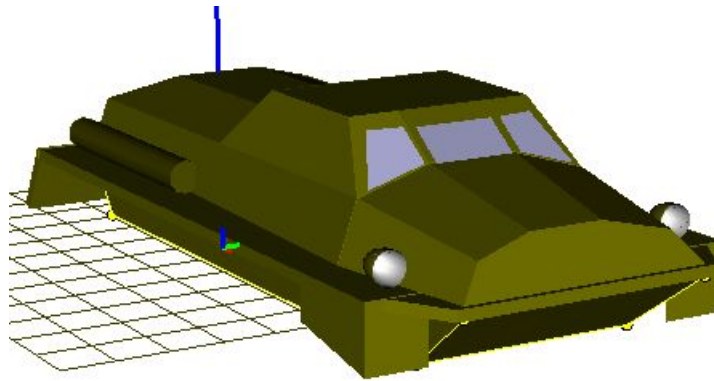

Рис. 26 Графический образ корпуса ГМ
- 1) Прочитайте графический образ корпуса ГМ, который имеется в базе данных, рис. 26. Для этого используйте команду меню **Правка | Прочитать из файла** и выберите файл `{Путь к UM}\bin\Caterpillar\Profiles\Hull1.img`